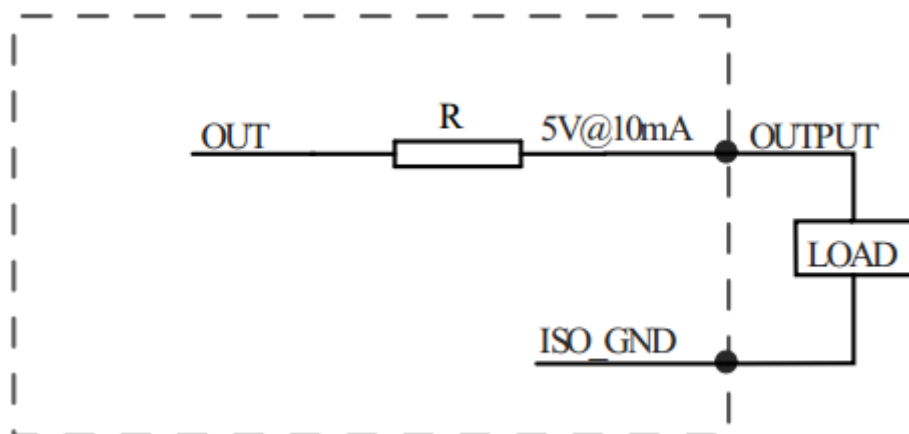
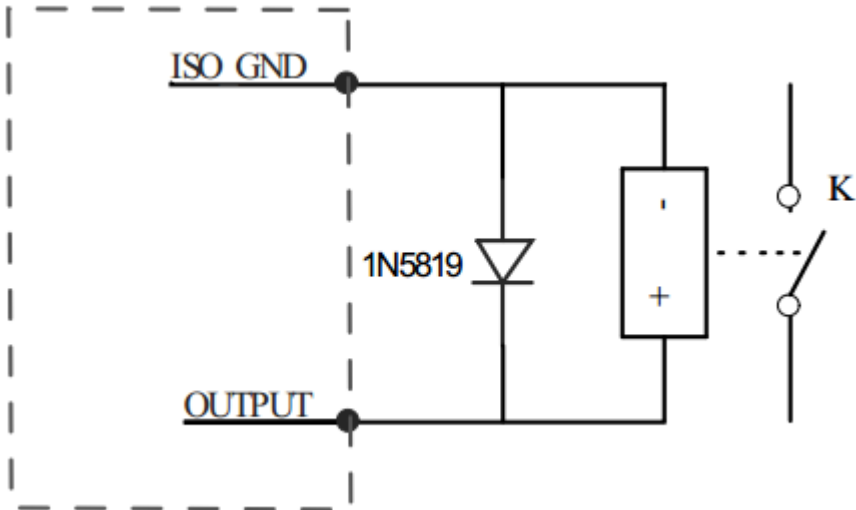

图 2.8 通用输出接口接线推荐方案
图 2.11 输出信号与 5V 继电器接线推荐方案
在 HGM 打标软件的端口设置中，输出口设置为 HIGH，有输出时，输出端口电压为 5V，无输出时，输出端口电压为 0V；设置为 LOW，有输出时，输出端口电压为 0V，无输出时，输出端口电压为 5V。例如设置“打标伴随输出”，输出口选择 3，电平信号设置为 HIGH，则在打标过程中，OUT3 输出 5V，在非打标状态时 OUT3 为 0V，示意图如图 2.7。所有输出口只能驱动 5V 的外设，图 2.8 到图 2.11 为典型的输出信号接线推荐方案。
(1) 通用输出接口 (OUT2 (PIN14)、OUT3 (PIN15)、OUT4 (PIN6)、OUT5 (PIN7)、OUT6 (PIN3)、OUT7 (PIN11))，其输出的最大电流为 10mA，接线推荐方案如图 2.8，虚框内为控制卡部分。
(4) 输出信号与 5V 继电器接线推荐方案如图 2.11，其中续流二极管推荐使用 1N5819 或 SS14，虚框内为控制卡部分。